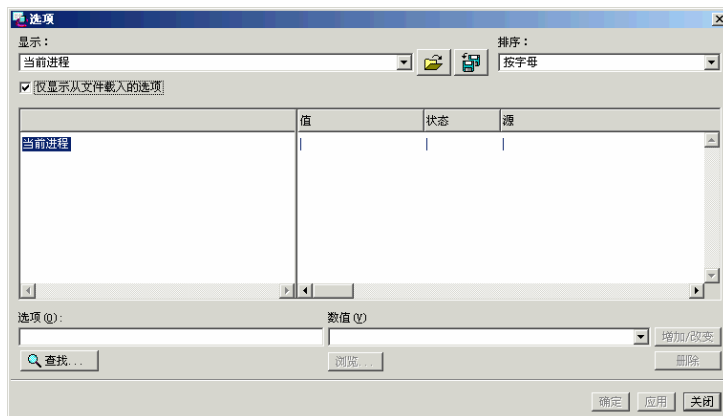

图1-8 【选项】对话框
1. 选择主菜单【功能】/【选项】，出现【选项】对话框，如图 1-8 所示。